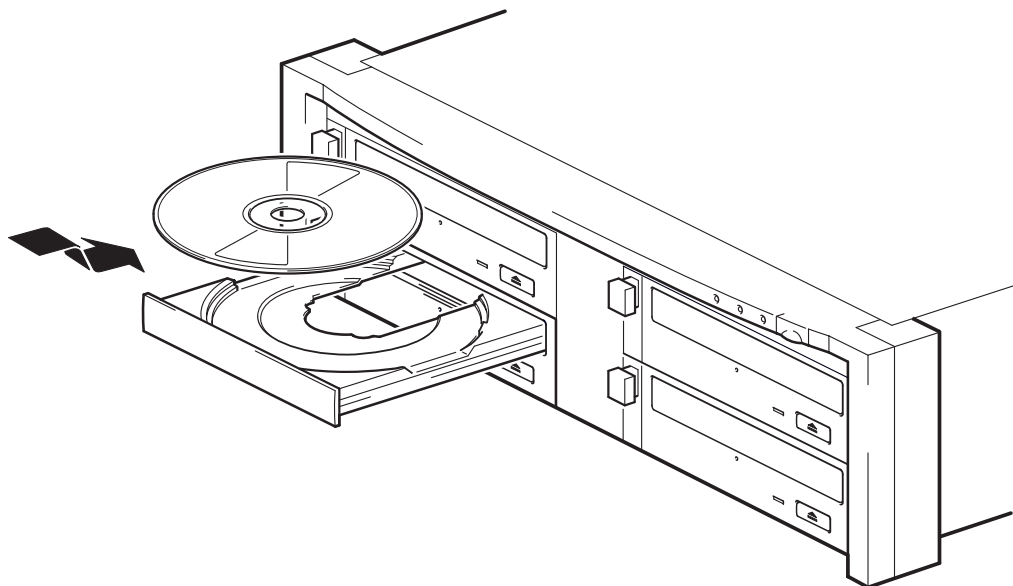

图 4a: 装入盘
- 1 将 CD 或 DVD 插入装盘托架中，打印面朝上，如图 4a 所示，然后将该托架轻轻推回到驱动器中。